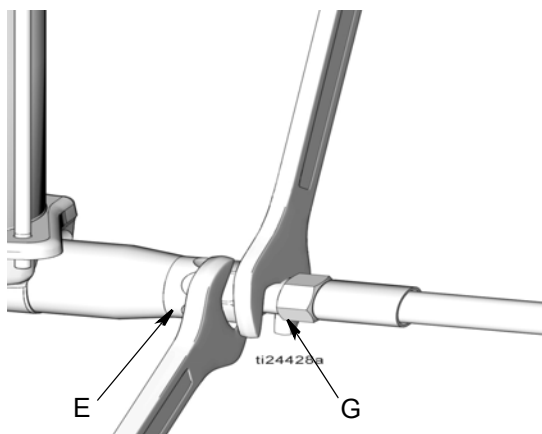

FIG. 6
2. **Relâcher la pression** dans le système en faisant tourner deux clés dans le sens opposé l'une de l'autre sur la sortie de la pompe (E) et le raccord de la conduite d'alimentation (G) pour **desserrer lentement** le raccord jusqu'à ce qu'il soit libre et qu'il n'en sorte plus de lubrifiant ou d'air (FIG. 6).